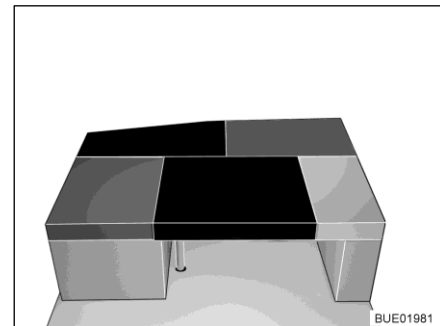

Fig. 171 Après la transformation
- Poser le coussin supplémentaire rectangulaire sur la table (entre les coussins d'assise et de dossier du siège latéral, voir Fig. 171).